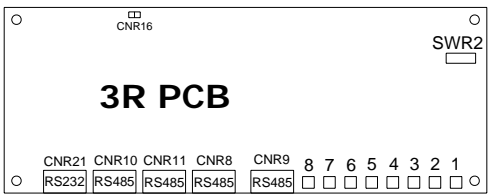

图 3-7
- 8. **综合报警干接点：**可以综合反应以上干接点状态之综合干接点。配合板上指拨开关，可选择几种干接点进行“或”。(见图 3-7)